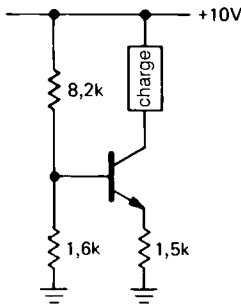

Figure 2.81
(1) Imaginez un circuit à transistors qui vous permette de connecter deux charges à la masse par des transistors NPN saturés. La fermeture de l'interrupteur *A* actionnera les deux charges, alors que la fermeture de l'interrupteur *B* n'actionnera qu'une charge. Astuce : utilisez des diodes.
(2) Considérez la source de courant de la figure 2.81. (a) Que vaut  $I_{\text{charge}}$  ? Quelle est la plage de tension de sortie ? Supposez que  $V_{BE}$  est de 0,6 V. (b) Si  $h_{FE}$  varie de 50 à 100 pour les tensions de collecteur de la plage de tension de sortie, de combien variera le courant de sortie ? (Il y a deux effets dans ce cas.) (c) Si  $V_{BE}$  varie selon  $\Delta V_{BE} = -0,0001 \Delta V_{CE}$  (effet Early), de combien varie le courant de la charge dans la plage de tension de sortie ? (d) Quel est le coefficient de température du courant de sortie en supposant que  $h_{FE}$  ne varie pas avec la température ? Quel est le coefficient de température du courant de sortie en supposant que  $h_{FE}$  augmente de 0,4%/°C, à partir de sa valeur nominale de 100 ?